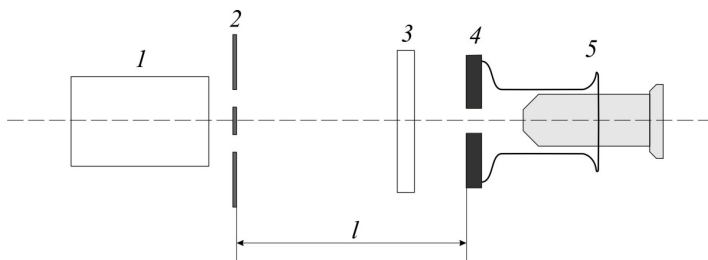

Рис. 10
на одинаковом расстоянии. При использовании лазерного пучка света опыт Юнга можно осуществить без этой щели (рис. 10).
Рабочее расположение приборов показано на рис. 10. Лазер 1 и отсчетный микроскоп 5 установлены в ползунах, которые могут перемещаться вдоль рельса. Пластика 2 с двумя щелями укреплена в держателе и располагается перед выходным отверстием лазера.
1. Расположить приборы в порядке, указанном на рис. 10, так, чтобы они имели общую оптическую ось.
4. Измерить при помощи миллиметровой линейки расстояние между плоскостью пластины со щелями и экраном микроскопа (рис. 10).